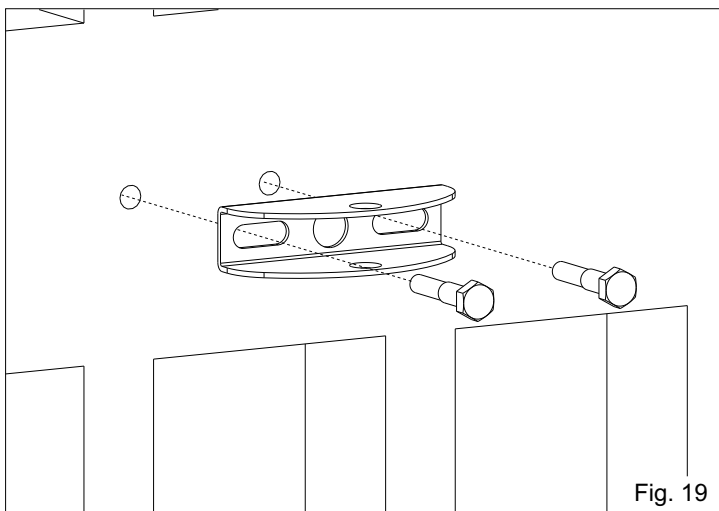

Fig. 19
- Percer la porte et fixer la fixation antérieure avec les vis pas en dotation (Fig 19).